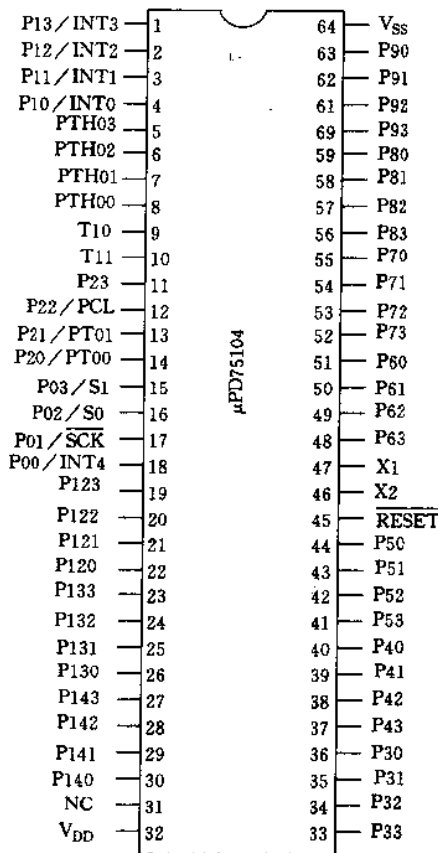

图 2-97
② $\mu\text{PD75104}$ 的引脚如图 2-97 所示,它们可分为 I/O 口引线和非 I/O 口引线两大类。
① 输入输出端口引线